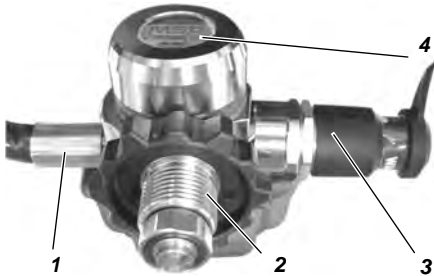

Fig. 2 Drukregelaar
De drukregelaar (zie Fig. 2) is gemonteerd in het onderste gedeelte van de draagplaat. Op de drukregelaar bevindt zich een veiligheidsklep en de multikanaalslang voor aansluiting van de combo-drukmeter. De drukregelaar vermindert de cilinderdruk tot ongeveer 7 bar en de veiligheidsklep wordt geactiveerd bij niet-toegelaten drukverhoging om beschadiging te vermijden en zorgt dus voor de continue aanvoer van ademhalingslucht.
Afgezien van de standaardeenheid-hulpstukken, is dit model eveneens uitgerust met een hoge-druk-beveiligingskoppeling (zie pos. 3 in Fig. 2). Dan is het mogelijk om 300 bar persluchtcilinder(s) te vullen terwijl het persluchtademhalingstoestel in gebruik is.